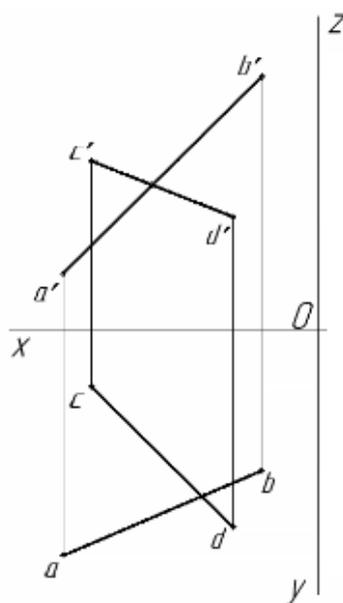

Рисунок 14 – Пример решения задачи
2. По заданным координатам отрезка построить комплексный чертеж отрезка АВ и CD на горизонтальной и фронтальной плоскостях проекций (пример оформления решения задач см. рис.14);